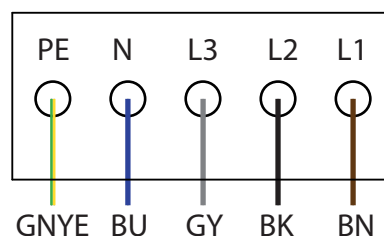

Figura 6: Terminais da ligação AC
- 6. Ligue os fios de acordo com a identificação nos terminais da placa de circuito impresso. (Figura 6)